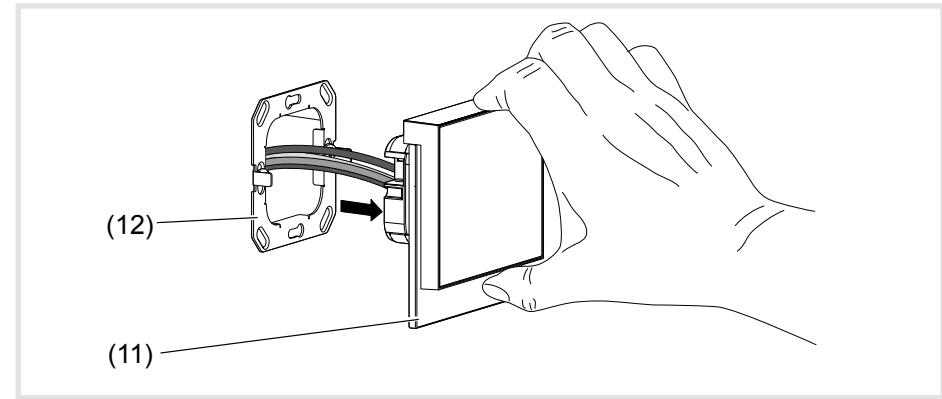

Bild 12: Demontage
- Gerät aus der Gerätedose (Bild 12) ziehen.
- I** Die Haltekraft der Klemmfedern (16) ist dabei zu überwinden.
- Fixierungen für Designrahmen (15) leicht nach innen drücken und Designrahmen abziehen.